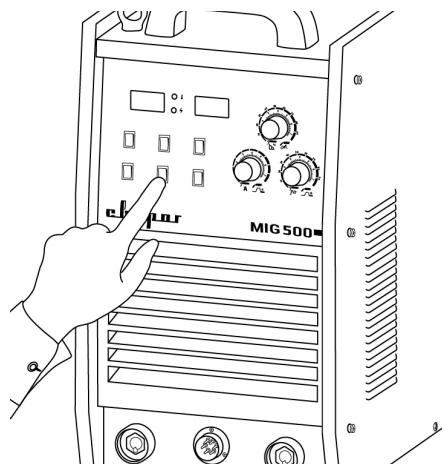
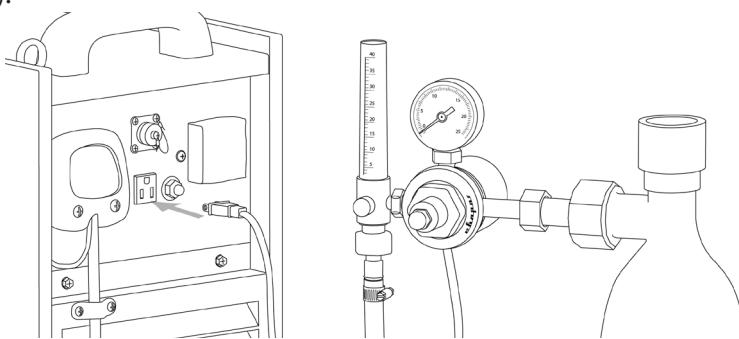

Рис. 8.20. Выбор защитного газа.
Рис. 8.25. Подключение подогревателя газа.
4. Выберите защитный газ (См. рис. 8.20). Защитный газ выбирается в зависимости от требований, предъявляемых к сварочному шву (См. раздел 10). При выборе CO₂ рекомендовано использовать подогреватель газа (См. рис. 8.25).
При интенсивной работе внизу баллона CO₂ может образовываться большое количество влаги из-за перепада температур. Чтобы избежать попадания влаги в сварочный шов и возможного обмерзания редуктора/регулятора газа, на задней панели аппарата установлен специальный разъём с напряжением питания 36В для подключения подогревателя газа (См. рис. 8.25).